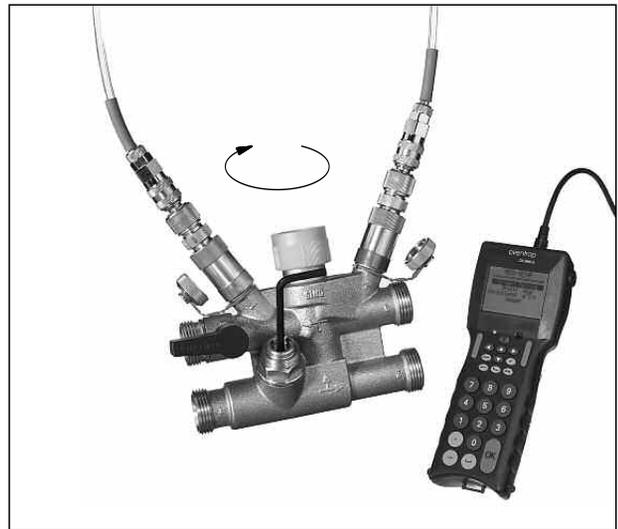

Bild 2/Illustr. 2
2. Voreinstellen mittels Differenzdruckmessung (Bild 2):